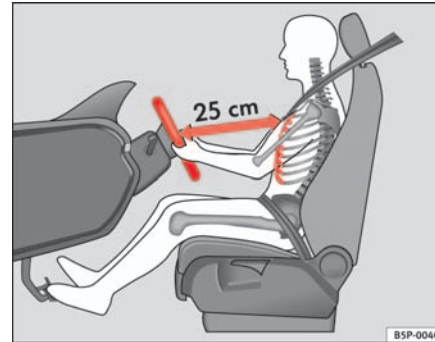

Abb. 128 Die richtige Sitzposition des Fahrers
- Stellen Sie das Lenkrad so ein, bis die gewünschte Einstellung erreicht ist ⇒ Abb. 128.
- Stellen Sie den Fahrersitz oder das Lenkrad so ein, dass der Abstand zwischen Lenkrad und Brustbein mindestens 25 cm beträgt → Seite 162, Abb. 128. Wenn Sie den Mindestabstand nicht einhalten, kann Sie das Airbag-System nicht schützen – Lebensgefahr!